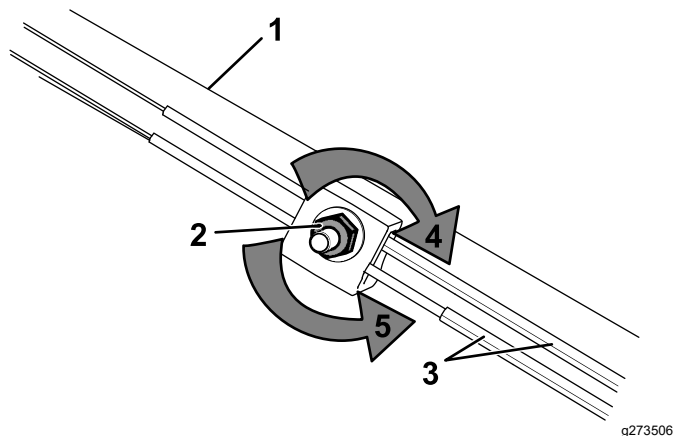

Figure 31
- Tournez l'écrou de réglage dans le sens antihoraire pour desserrer le réglage des câbles (Figure 31).
- Ajustez la tension des câbles (Figure 31) en les tirant en arrière ou en les poussant en avant puis en les maintenant à cette position.